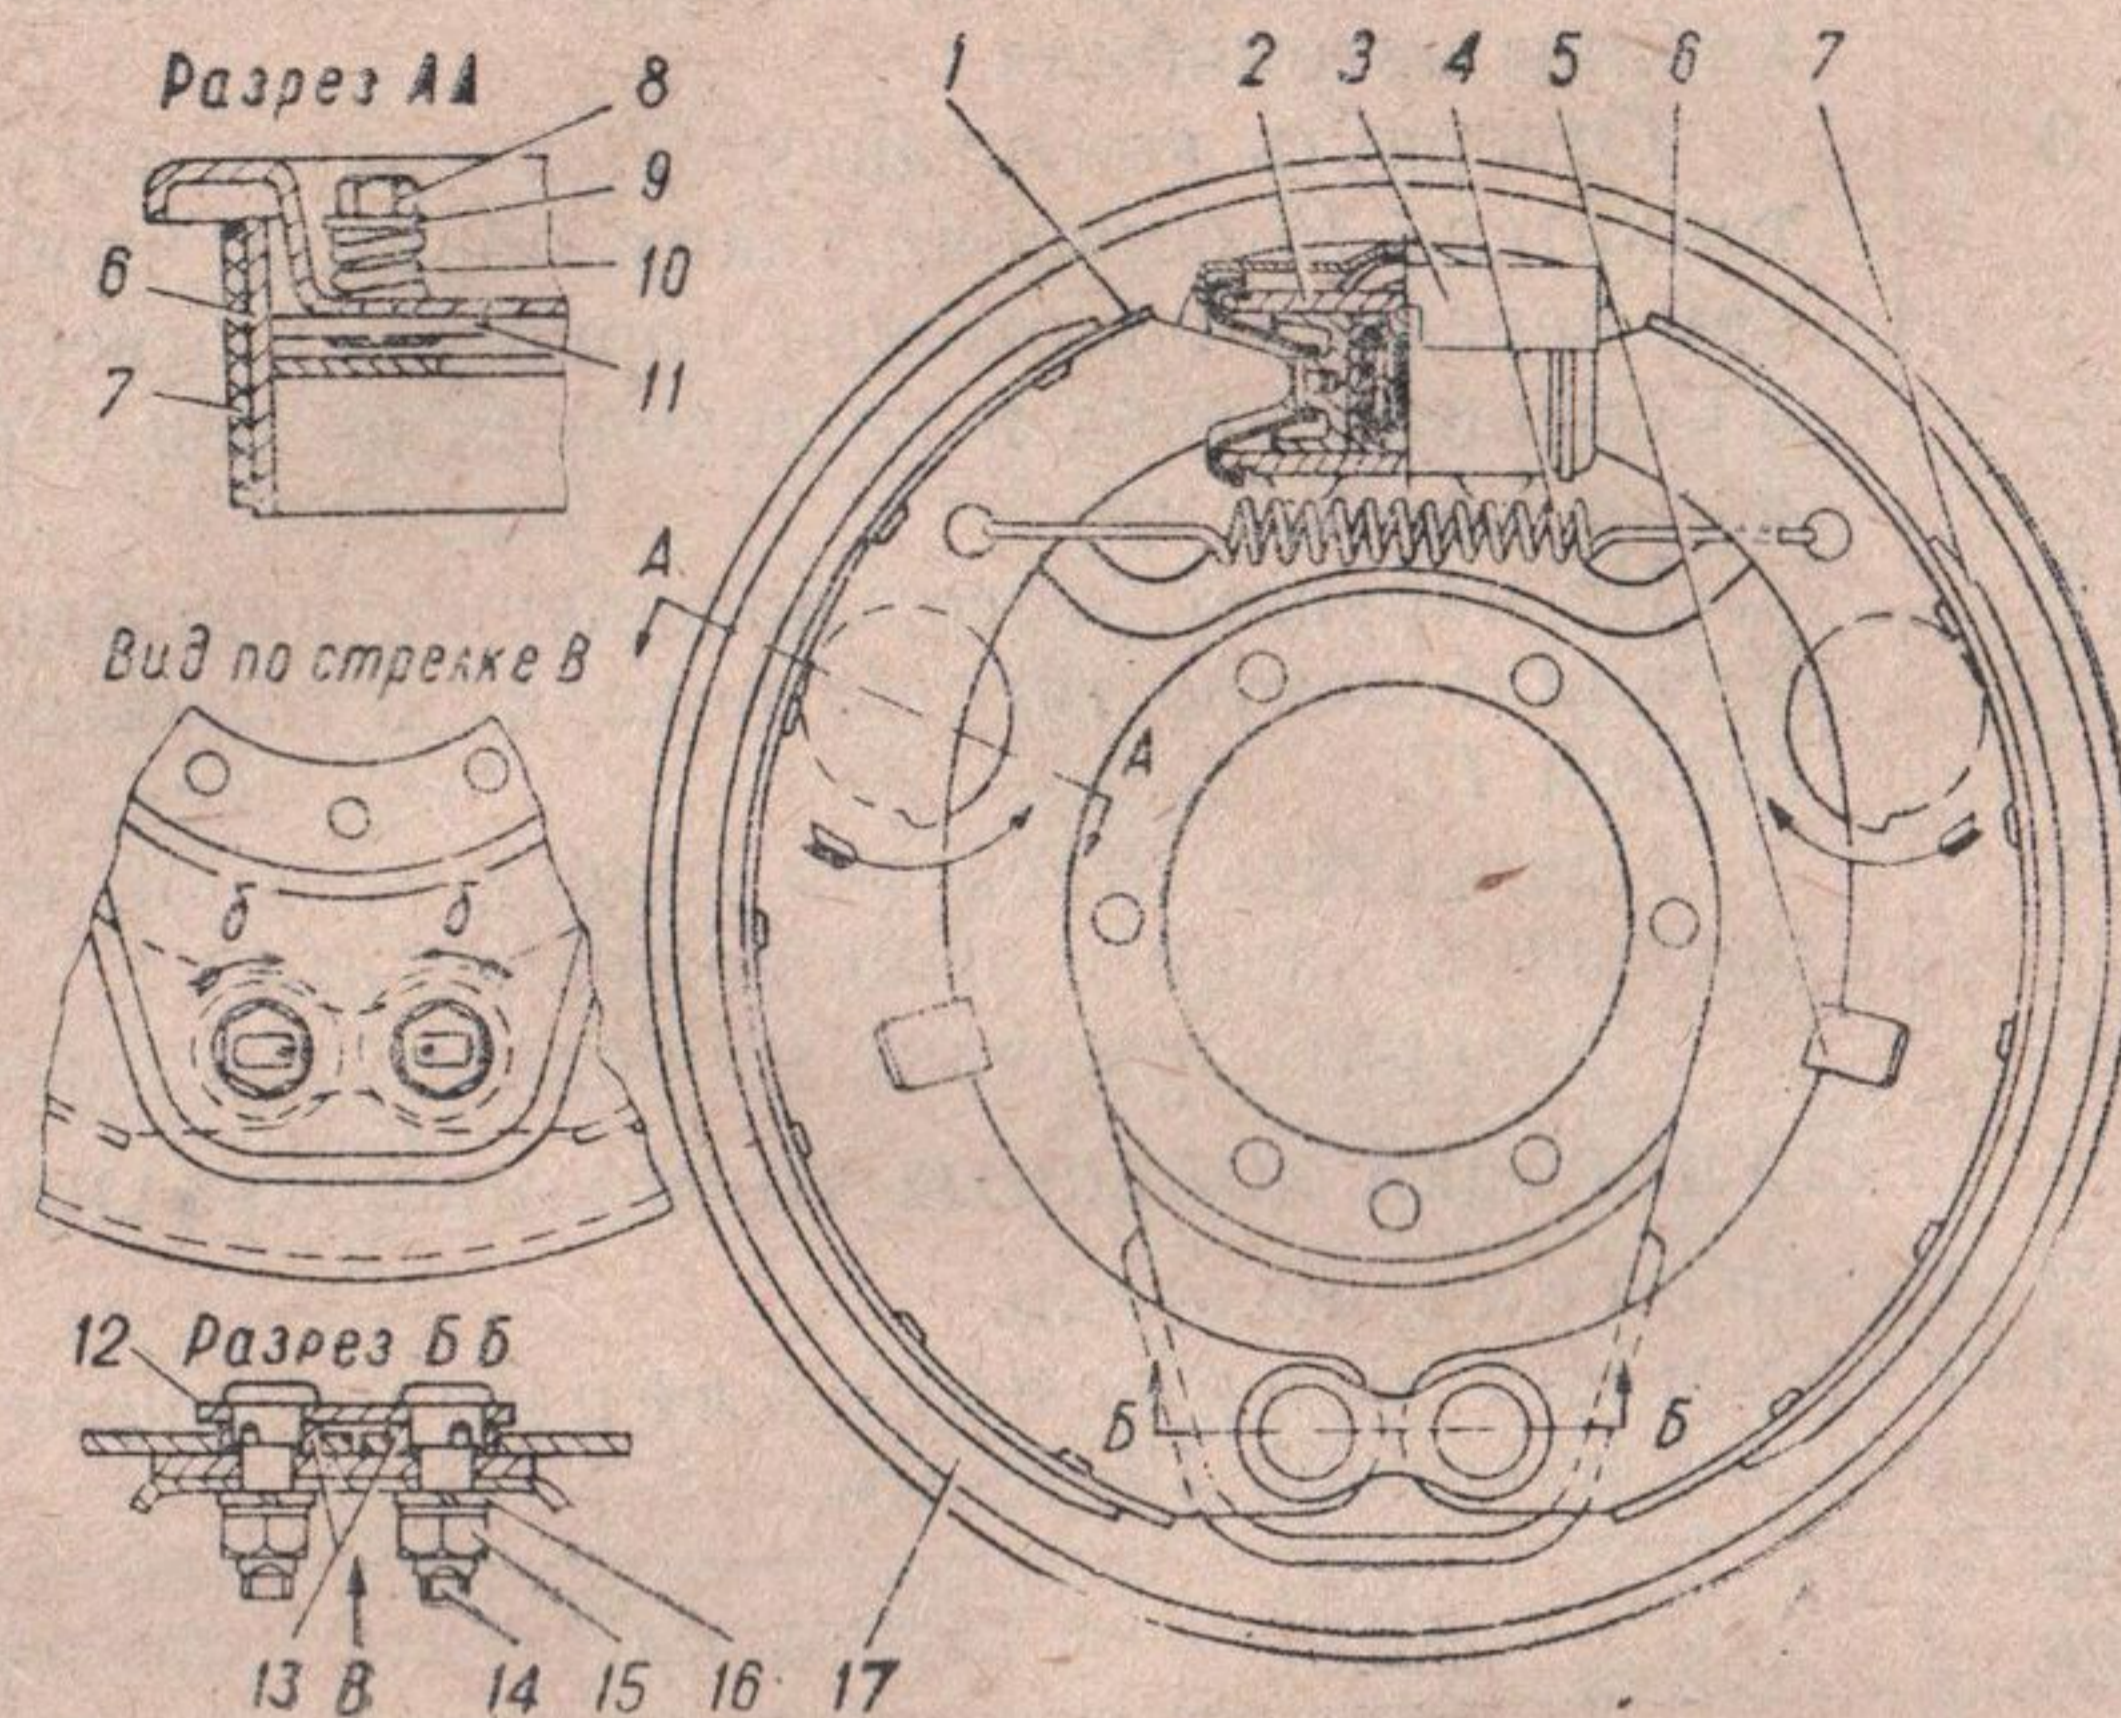

Рис. 48. Рабочий тормоз:
2 Вращая колесо, постепенно поворачивать болт 8 (рис. 48) регулировочного эксцентрика 11 колодки 1 в направлении, указанном стрелками, до тех пор, пока колесо не затормозится.
- 3 Нажимая на педаль тормоза с силой 12—16 даН (12—16 кгс), повернуть опорные пальцы в направлении, указанном стрелками «б» (рис. 48), так, чтобы нижняя часть накладки касалась тормозного барабана.